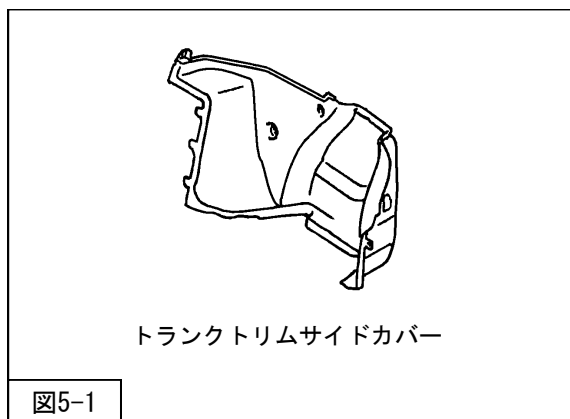

図5-1
1. トランクルーム内のトランクトリムサイドカバーに減衰力調整ケーブル用のφ10の穴を開けてください。（図5-1）
4. トランクトリムサイドカバーを車両に取付け、穴にケーブルを通してください。（図5-1）